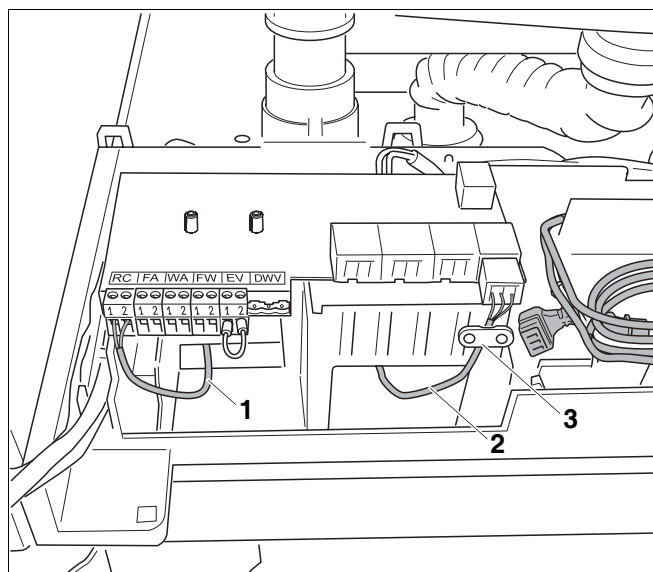

Fig. 25 Gennemføring af kabel
- Træk kablet til lavspændingstilslutningerne gennem hullet på venstre side (fig. 25, **pos. 1**).
- Træk kablet til 230 V-tilslutningerne gennem hullet på højre side (fig. 25, **pos. 2**).
- Fastgør kablet til 230 V-tilslutningerne ved hjælp af trækaflastninger (fig. 25, **pos. 3**).